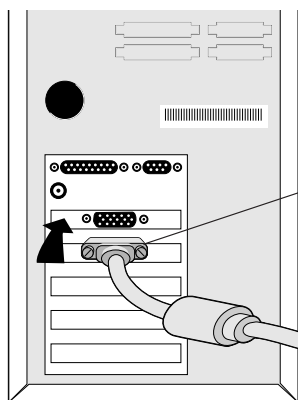

Figura A.1
2. Per il PC: Collegare il mini D-SUB a 15 pin del cavo segnale appropriato al connettore della scheda video del sistema (**Figura A.1**).